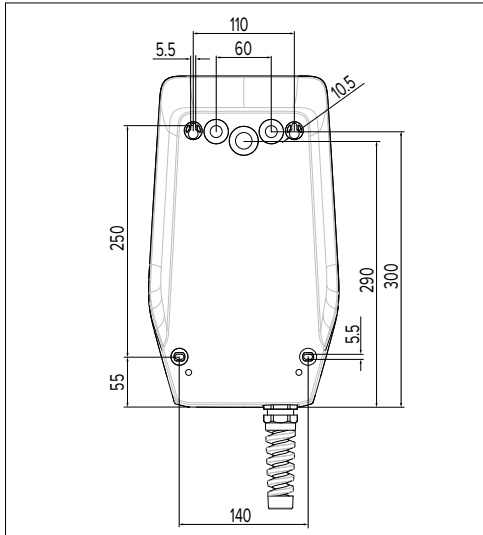

Fig. 6: Boremål [mm]
Ved veggmontering må posisjonen til tilførselsledningen bestemmes ved hjelp av den vedlagte boremalen eller ved hjelp av bildet "Fig. 6: Boremål [mm]". Kabelinnføringer finnes på baksiden, oversiden og undersiden.
- ▶ Marker hullene ved hjelp av den vedlagte boremalen eller ved hjelp av bildet "Fig. 6: Boremål [mm]". Pass på at det blir vannrett.